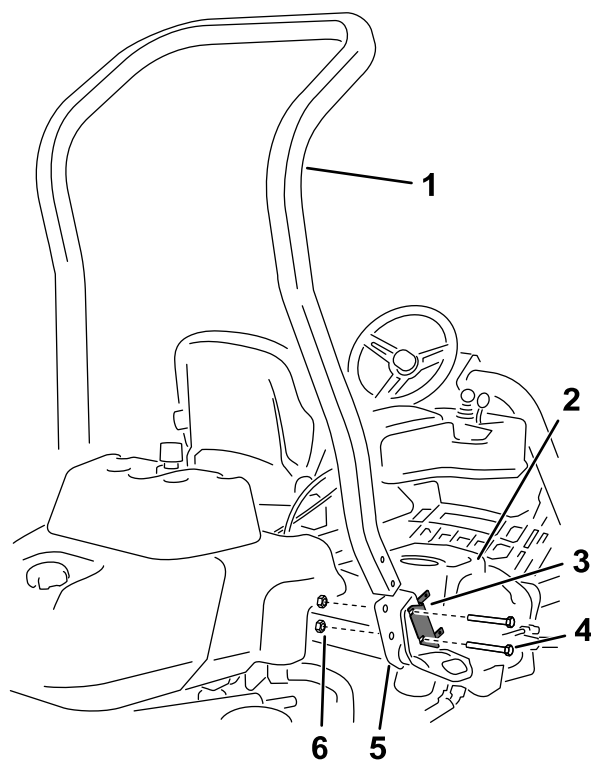

図 3
4. 図 3 に示すように、ヒューズブロックブラケットをROPS ブラケットに固定しているボルト 2 本を外す。